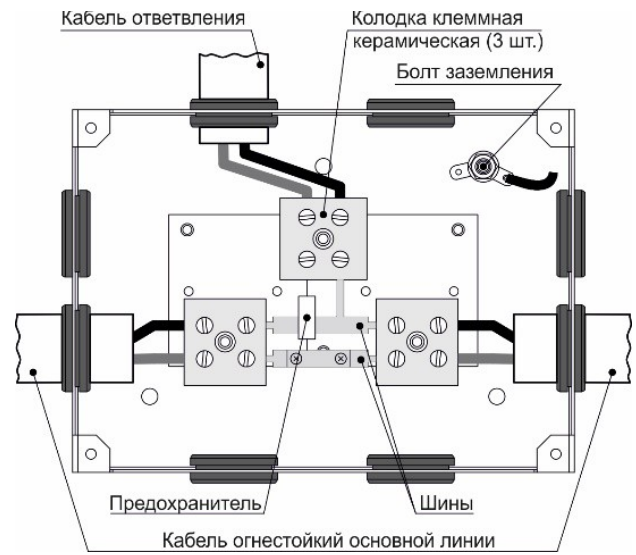

Рисунок 2
2.5 Электрические соединения в изделии **КРОМА-01-90 P1** выполнены в виде металлических оцинкованных шин и перемычки из провода сечением 1 – 1,5 мм². По желанию заказчика вместо перемычки может быть установлен предохранитель номиналом **1 А, 250 В** (рисунок 2 приложения).